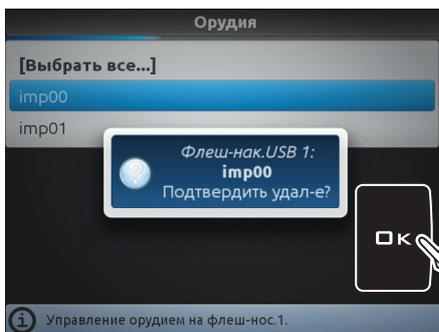

Рис. 264
- Сообщение, как на Рис. 264, появится на дисплее: подтвердите удаление, нажимая **OK**.